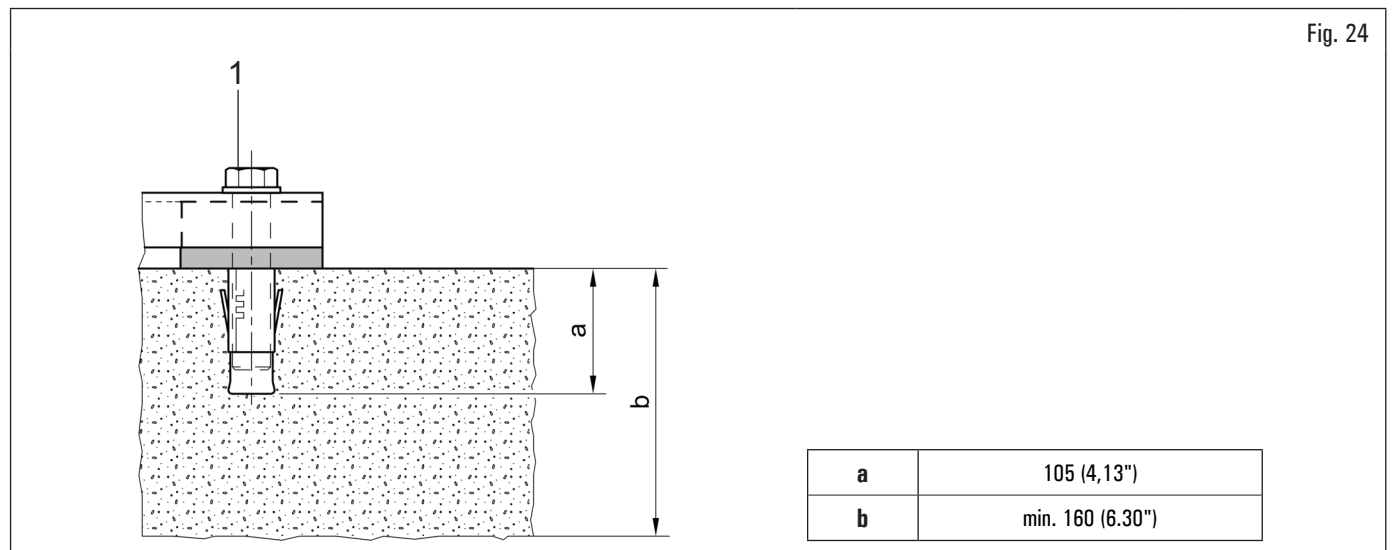

Fig. 24
L'équipement emballé est fixé à la palette de support par des trous sur le châssis indiqué dans la Fig. 24. Ces trous doivent également être utilisés pour la fixation au sol, en utilisant des ancrages appropriés pour le béton (non inclus). Avant de fixer au béton, vérifiez que tous les points d'ancrage sont plat, de niveau et en contact avec le sol. Dans le cas contraire, caler entre l'équipement et le sol, comme indiqué sur la Fig. 24.
- Pour fixer l'équipement au sol, utilisez des boulons et goupilles d'ancrage (Fig. 24 réf. 1) avec une tige filetée M8 (UNC 5/16) adaptée au sol sur lequel sera fixé le démonte-pneus et en nombre égal au nombre de trous de montage sur le châssis inférieur ;